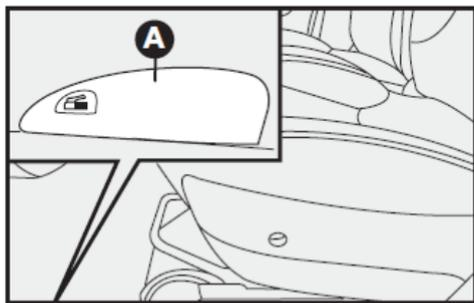

fig. 102
- Desbloquee la tapa de acceso a la boca de llenado de dentro del vehículo, tirando de la palanca A-fig. 102. Levante la palanca por la parte delantera de la misma.